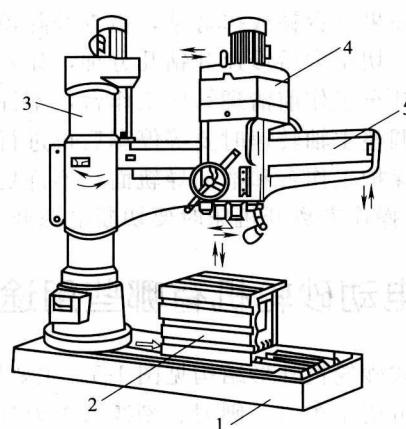

图1-4 摆臂钻床
(4) 摆臂钻床(图1-4) 摆臂钻床适用于大型笨重工件或多孔工件上的钻削工作。工作时靠移动钻轴去对准工件上的孔中心来钻孔。由于主轴变速箱4能在摇臂5上移动，而摇臂又能回转360°，所以这种钻床可钻削工件上多种不同位置孔，还可用来扩孔、锪平面、铰孔、镗孔、攻螺纹和环切大圆孔。